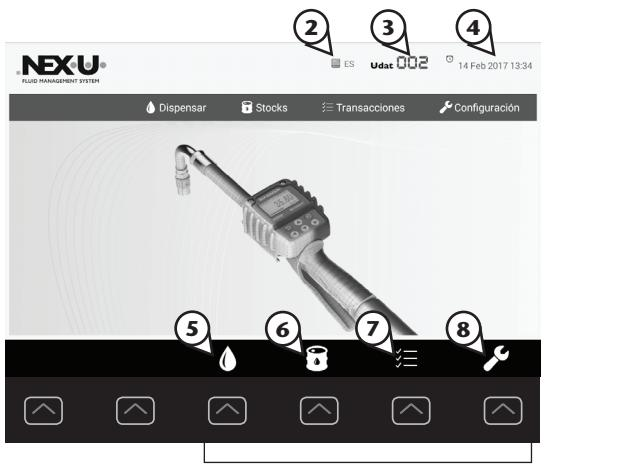

Fig. 11
Desde la pantalla de inicio pulse la tecla de acceso rápido (1) asociada al ícono de desbloqueo para acceder al menú principal (**Fig. 11**).